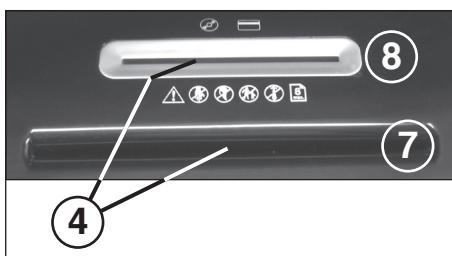

Fig. 2
- 4 = Fotocellula (avanzamento) (Fig. 2)**
7 = Vano di alimentazione carta (Fig. 2)
carta di sicurezza (Fig. 2)
Inserire **carta** nella taglierina attraverso il vano di alimentazione (7) (Fig. 2).
Inserire nella taglierina i **supporti dati** (CD, DVD oppure carte di credito) singolarmente attraverso il vano di alimentazione di sicurezza posizionato separatamente (8) (Fig. 2).